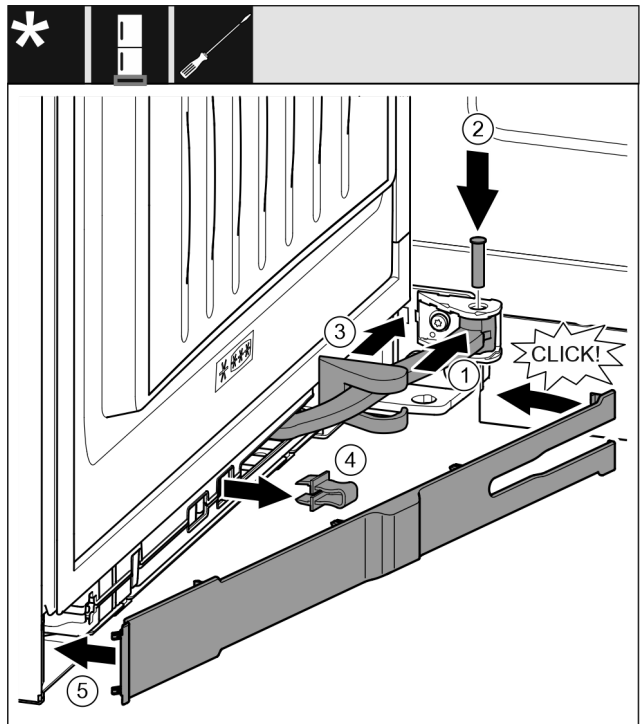

Fig. 47
- ▶ Scharnier in de ophanging draaien. Fig. 47 (1)
- ▶ Bout met een schroevendraaier T15 in ophanging en scharnier plaatsen. Opletten dat hierbij de vergrendelnok correct in de greef zit. Fig. 47 (2)
- ▶ Afdekking van de lagerbus langs het scharnier schuiven en over de ophanging monteren. Fig. 47 (3)
- ▶ Borging verwijderen. Fig. 47 (4)
- ▶ Paneel aan de kant van de greep aanbrengen en naar binnen draaien. Fig. 47 (5)